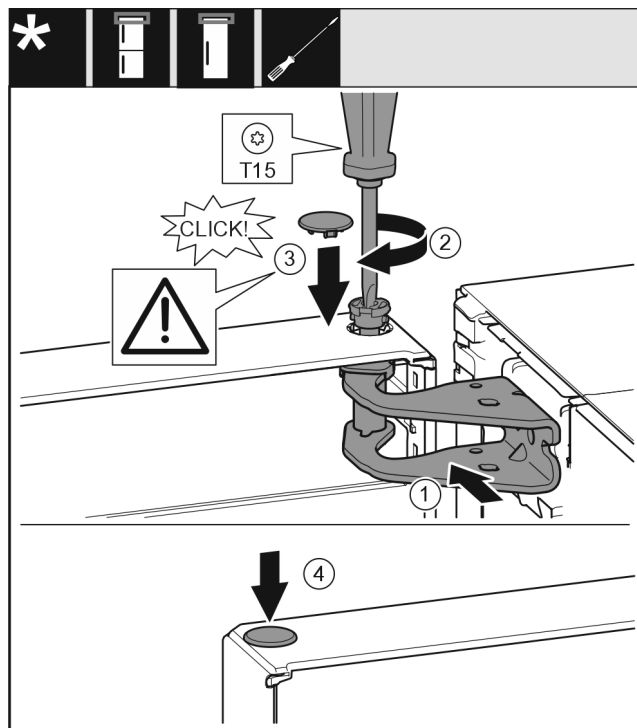

Fig. 21
- ▶ Vrata zgoraj naravnajte k odprtini v ležajnem podstavku. Fig. 21 (1)
- ▶ Vstavite sornik in ga privijte z izvijačem T15. Fig. 21 (2)
- ▶ Montirajte varovalni pokrov za varovanje vrat: Vstavite varovalni pokrov in preverite, če se nalega na vrata. V nasprotnem primeru sornike vstavite v celoti. Fig. 21 (3)
- ▶ Vstavite čep. Fig. 21 (4)